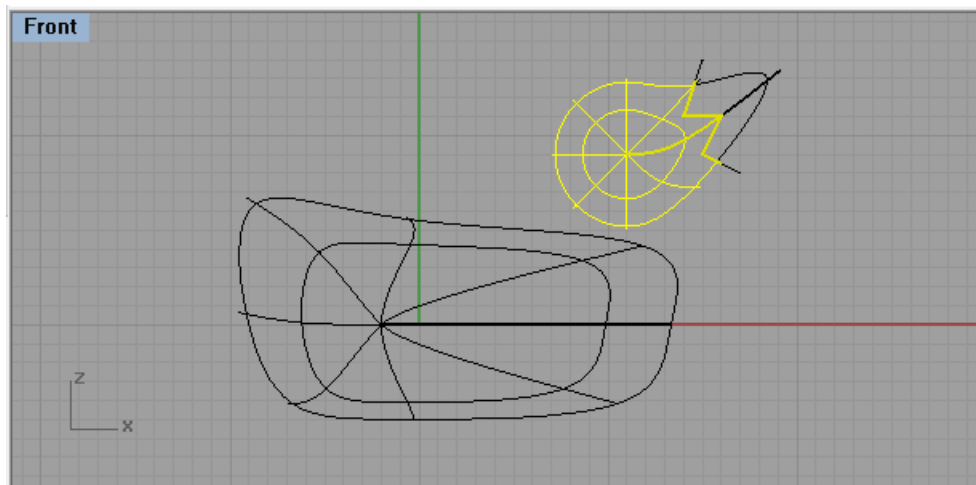

**Figura 5.24**
30.- En el menú "Curve", desplegar la opción "Polyline" y seleccionar "Polyline" para hacer una línea como se muestra en la figura 5.24.